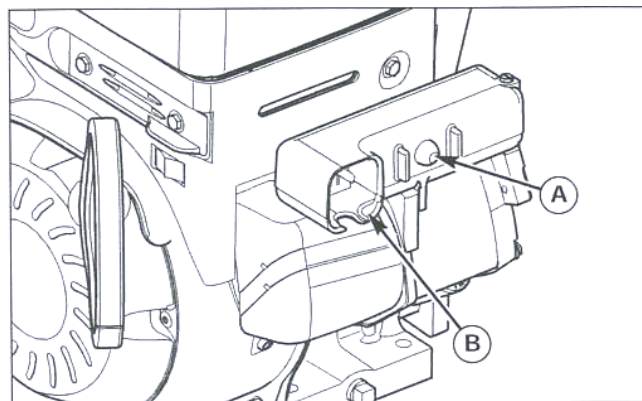

Рис. 6. Электростартер
9. Запуск электростартером: Нажмите кнопку стартера (А, рис. 6) для пуска двигателя. После запуска двигателя, сначала отсоедините удлинитель от розетки, а затем выньте его из разъема на двигателе (В).